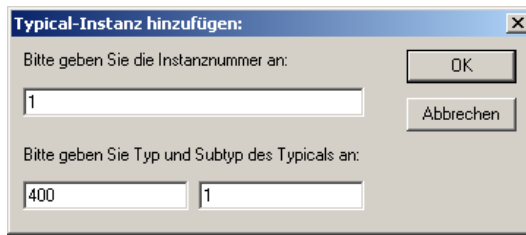

Bild 4-49 Dialog für die Typicalauswahl
3. Geben Sie im Dialog *Typical-Instanz hinzufügen* die Instanznummer ein (siehe Bild 4-49)